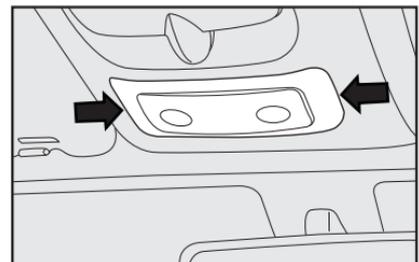

fig. 22
- Com uma chave de fenda nos pontos indicados **fig. 22**, remover o conjunto da luz interna montada a pressão pelas travas;